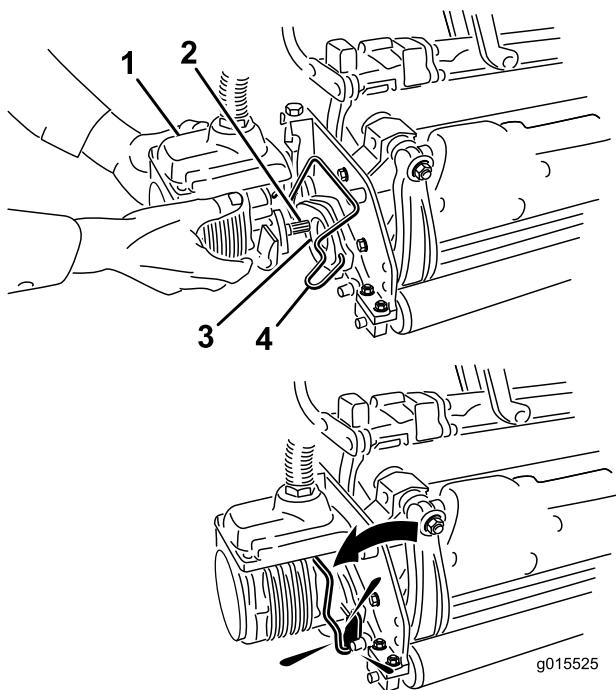

Figura 35
6. Cubra el eje acanalado del motor de la unidad de corte con grasa limpia (Figura 35).
7. Introduzca el motor en el lado izquierdo de la unidad de corte (visto desde el puesto del operador) y tire de la barra de retención del motor (en la unidad de corte) hacia el motor hasta que oiga un "clic" en ambos lados del motor (Figura 35).